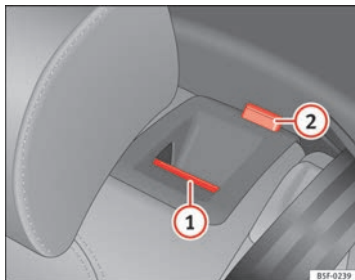

Fig. 91 En el respaldo del asiento trasero: tecla de desbloqueo ①; marca roja ②
- Tire de la tecla de desbloqueo → fig. 91 ① hacia delante y, al mismo tiempo, abata el respaldo.
- El respaldo trasero está desbloqueado cuando se ve una marca roja en la tecla ②.
El respaldo trasero está desbloqueado cuando se ve una marca roja en la tecla ⇒ fig. 91(2).